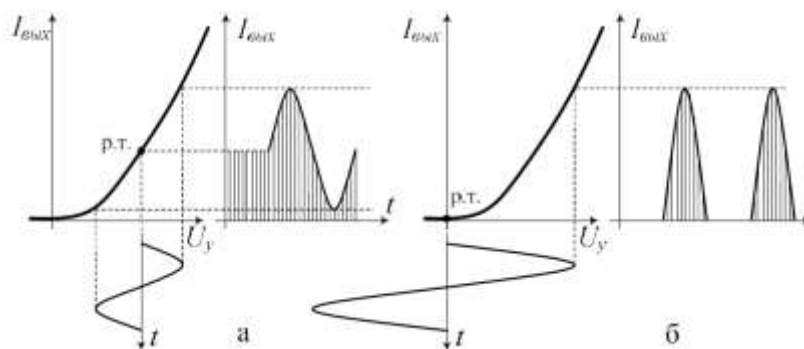

Рис. 1 Выбор рабочей точки усилителя (а – режим А, б – режим В)
Режим класса А. Рабочая точка (р.т.), определяющая состояние схемы при отсутствии сигнала, выбирается на линейном участке динамической вольт-амперной (передаточной) характеристики (рис. 1а). Амплитуда входного напряжения U_y на управляющем электроде активного элемента (базе транзи-
Режим класса В. Рабочая точка выбирается в самом начале динамической вольт–амперной характеристики (рис. 1б), в результате чего при отсутствии входного сигнала выходной ток практически равен нулю и выделяемая в каскаде мощность мала. Однако в этом случае каскад способен усиливать только одну полуволну гармонического сигнала (сигналы только одной полярности). При подаче на вход синусоидального сигнала ток в выходной цепи протекает лишь в течение половины периода (в течение другой половины периода активный элемент находится в состоянии отсечки) и имеет форму импульсов. Достоинства усилителя мощности, работающего в режиме класса В, – высокий КПД (до 70%) и большая мощность сигнала в нагрузке, однако форма выходного сигнала искажена из-за нелинейного участка передаточной характеристики.
1) Собрать схему для исследования усилительного каскада в соответствии с рис. 1. Резистор R_{P3} установить в 200. Подключить канал СН1 осциллографа ко входу усилителя, а канал СН2 к выходу усилителя. Включить временную развертку осциллографа. Включить функциональный генератор и установить синусоидальный сигнал частотой 50 Гц, уменьшить сигнал до нуля регулятором амплитуды функционального генератора. Переключить входы СН1 осциллографа на положение «вход закорочен». Включить питание стенда. При токе $I_b = 0$ установить на потенциометре $R_{P2} = 2$ и далее не изменять его при всех экспериментах (не трогать ручку потенциометра R_{P2});